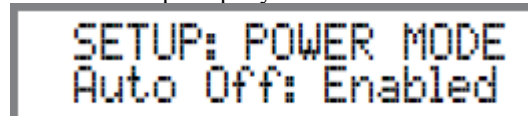

Рисунок 29
1.Нажмите и удерживайте в нажатом положении кнопку INPUT CONTROL, пока не активируете режим Настройки. Затем поворачивайте INPUT CONTROL пока на Информационном Дисплее Фронтальной Панели не будет отображена индикация “SETUP: POWER MODE, Auto Off: Enabled”. Смотрите рисунок 29.